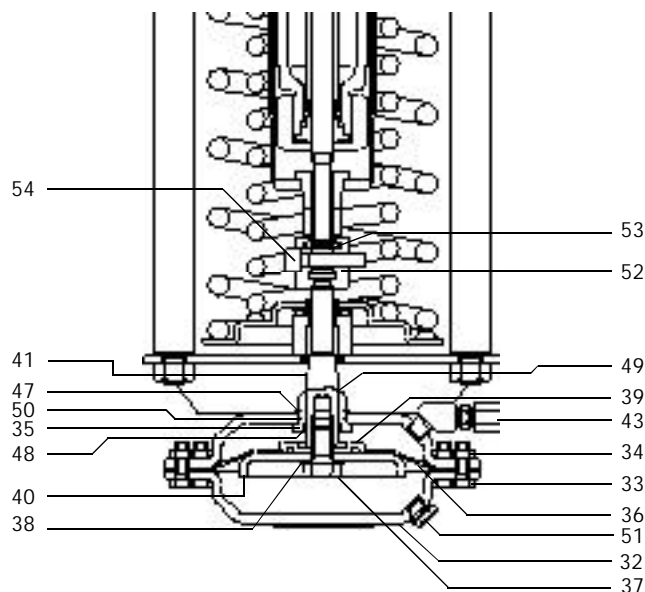

Fig 8 (Del 42 och 46 visas inte)
3.4.1. Ställdonets reservdelar (Fig. 8)
Att byta ut ställdonets membran och packningsbricka (Fig. 8)